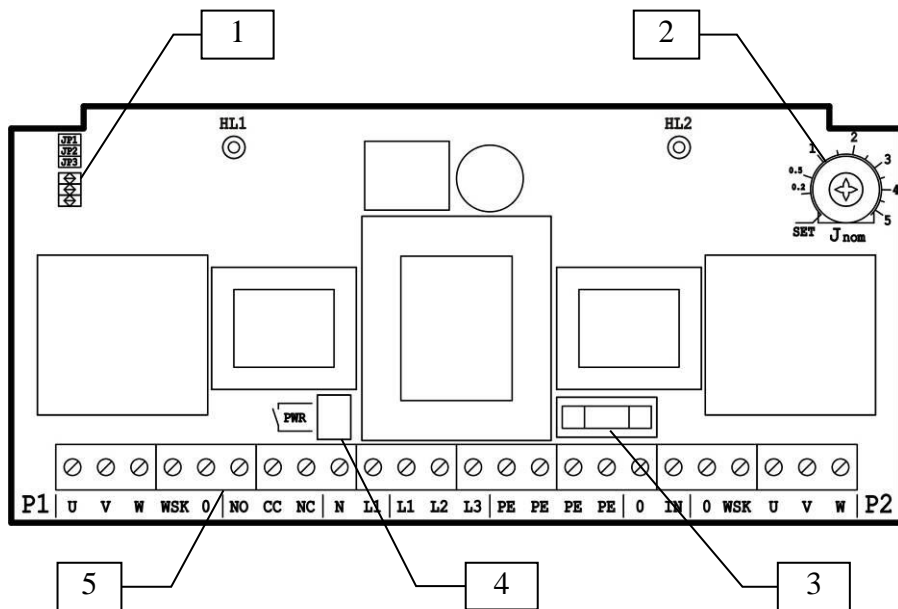
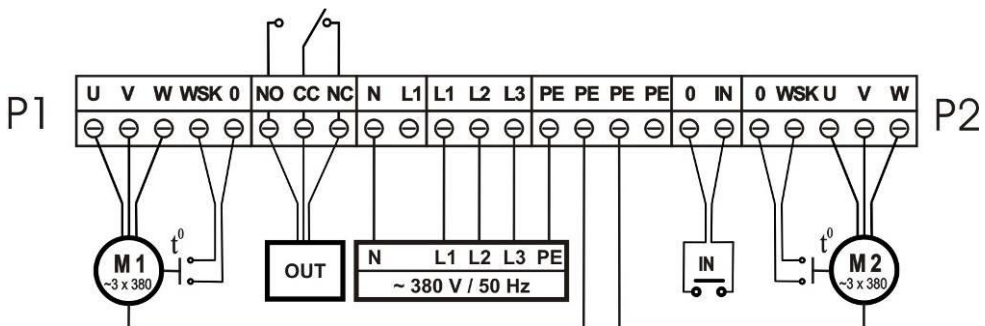
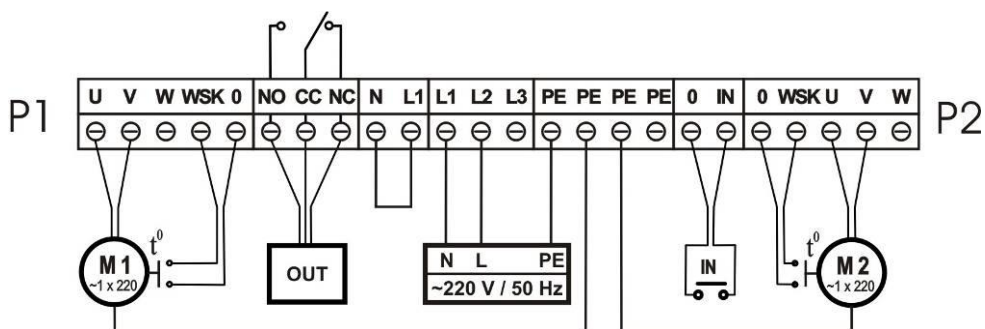

Рис. 2 Внутренний вид прибора
Рис. 3 Схема подключения прибора к трехфазной электросети
Рис. 4 Схема подключения прибора к однофазной электросети
5.2 Внутренний вид прибора (рис. 2)
- для подключения питающей электросети необходимо использовать соответствующие клеммы и кабель с сечением соответствующим току потребляемому двигателями. Схемы подключения питающей электросети в зависимости от количества фаз приведены на рис.3 и рис.4:
L1, L2, L3, N, PE -клеммы для подключения к трехфазной электросети ~380 В,50 Гц (рис.3);
L1, L2, PE - клеммы для подключения к однофазной электросети ~220 В,50 Гц: L2-фаза, L1-нейтраль. Так же необходимо соединить перемычкой клеммы N и L1 (рис.4);
- при подключении внешнего устройства сигнализации неисправности/работы используется выходное реле **OUT** - клеммы **NO**, **CC**, **NC** (рис.3, рис.4). При помощи перемычек **JP2** и **JP3** (рис.2, поз.1), устанавливается функция выходного реле **OUT** (см. п.7).
- после электрического подключения необходимо подсоединить клемму основного выключателя к соответствующему разъему на плате прибора (рис.2, поз.4).
- установить при помощи перемычки **JP1** (рис.2, поз.1) время автоматического переключения насосов:
- установить при помощи перемычек **JP2** и **JP3** (рис.2, поз.1) функцию выходного реле **OUT** - клеммы **NO**, **CC**, **NC** (рис.3, рис.4):
- произвести регулировку защитного отключения насоса при превышении тока в двигателе с помощью потенциометра номинального тока $J_{ном}$, (рис.2, поз.2). **Внимание! Не прикладывать чрезмерного усилия при вращении потенциометра!**